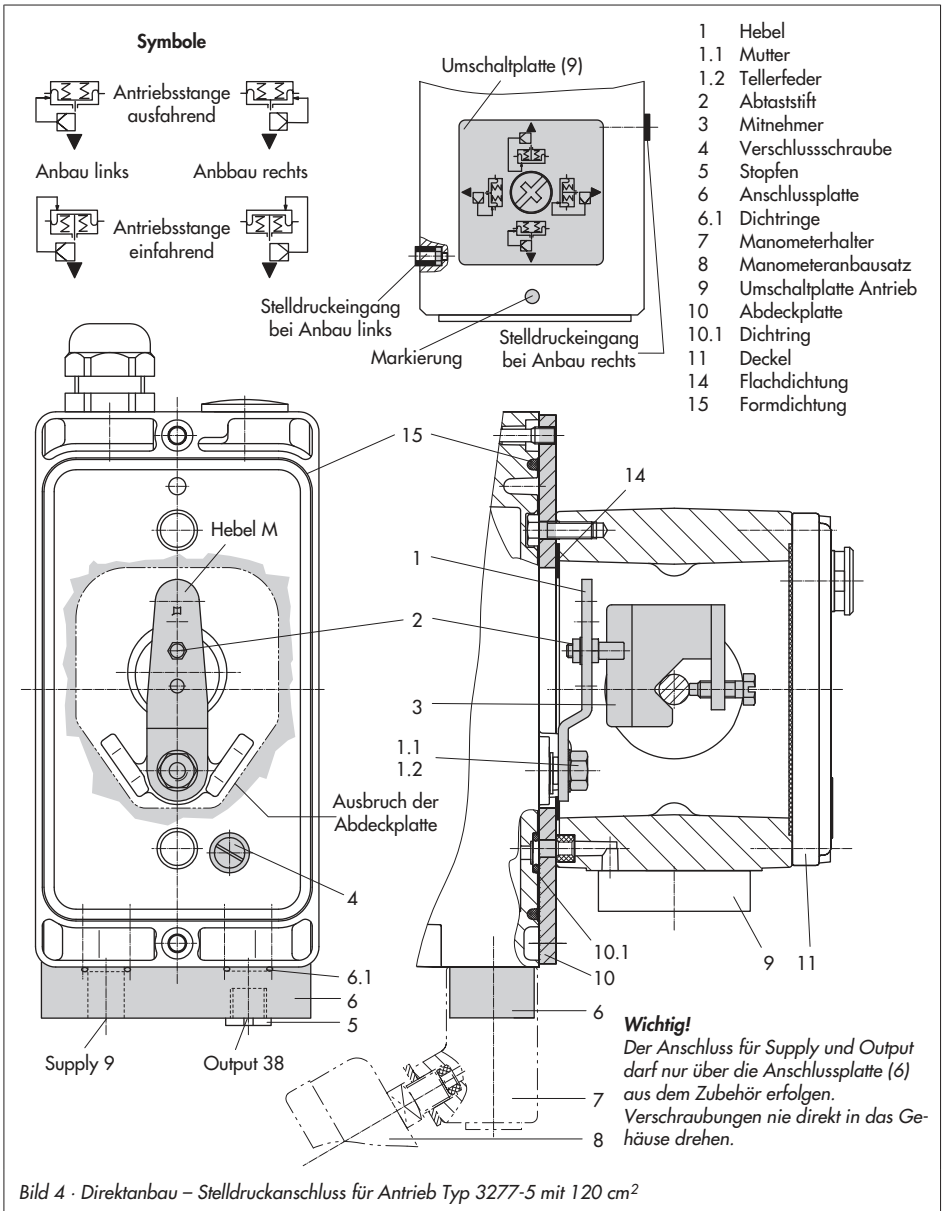

Bild 4 · Direktanbau – Stelldruckanschluss für Antrieb Typ 3277-5 mit 120 cm2
1. Anschlussplatte (6) oder Manometerhalter (7) mit Manometern am Stellungsregler montieren, auf richtigen Sitz der beiden Dichtringe (6.1) achten.
2. Verschlusschraube (4) auf der Stellungsreglerrückseite entfernen und den Stelldruckausgang „Output 38“ an der Anschlussplatte (6) bzw. am Manometerhalter (7) mit dem Stopfen (5) aus dem Zubehör verschließen.
3. Mitnehmer (3) an die Antriebsstange setzen, ausrichten und so festschrauben, dass die Befestigungsschraube in der Nut der Antriebsstange sitzt.
4. Abdeckplatte (10) mit schmaler Seite des Ausbruchs (Bild 4 links) in Richtung zum Stelldruckanschluss befestigen, die